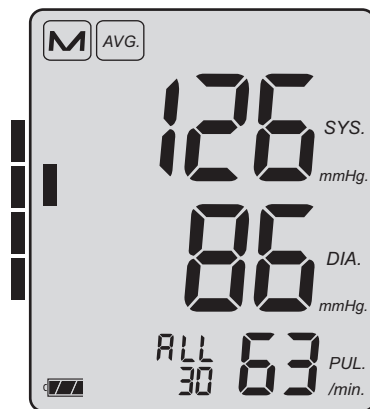

Figure 8
- ➡ **L'appareil étant éteint**, rappeler la valeur moyenne après 30 mesures enregistrées en appuyant brièvement sur la touche M. La valeur moyenne de toutes les mesures enregistrées (ALL) est affichée. Si vous appuyez de nouveau sur la touche M, la valeur moyenne de toutes les mesures effectuées entre 0h00 et 11h59 (AM) puis la valeur moyenne de toutes les mesures effectuées entre 12h00 et 23h59 (PM) sont affichées. Le nombre de mesures ayant servi à calculer la valeur moyenne apparaît à côté de ALL/AM/PM (voir fig. 8).
Lorsque les valeurs moyennes sont affichées, un rectangle de couleur foncée apparaît sur la gauche sur l'afficheur (voir fig. 8). Ce carré indique la valeur moyenne de la tension artérielle. À l'aide de l'échelle d'évaluation jointe (voir figure 9), recherchez dans quelle zone se situe votre tension artérielle selon l'OMS (voir page 81).